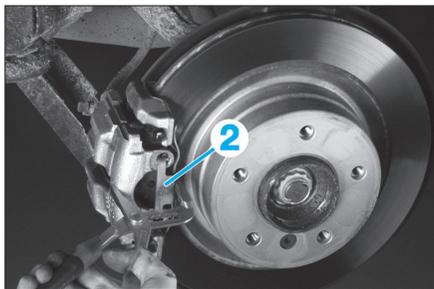

Fig. 10
- l'agrafe (2) (à l'aide d'une pince multiprise par exemple) (Fig.10),